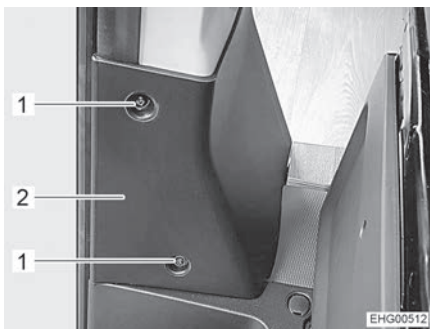
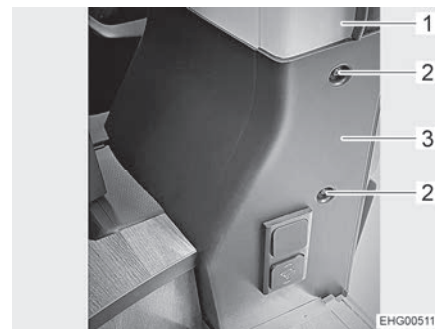

Bild 90 Skydd (sett från förarhytt dörren)
Bild 91 Skydd (sett från skjutdörren)
- Skruva ur 2 skruvar (Bild 90,1) liksom 2 skruvar (Bild 91,2) och ta bort kåpan (Bild 90,2 och Bild 91,3) från B-stolpen (Bild 91,1).